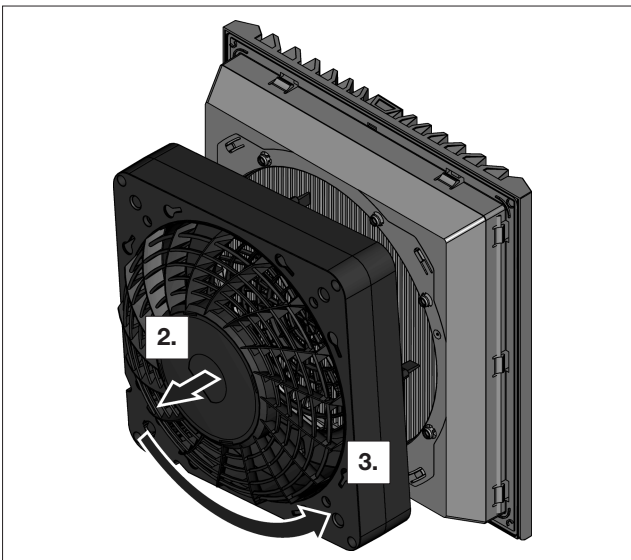

図8: ファンハウジングを回転
- 次に、電気配線の接続箇所が希望する位置になるように、ファンハウジングを 90°、180°または 270°回転させます(図8を参照)。